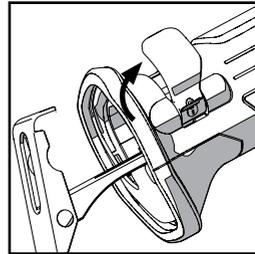

Abb. 1
- Betätigen Sie den Sägeblattklemmhebel, um den Sägeblatthalter zu 'öffnen' (**Abb. 1**)